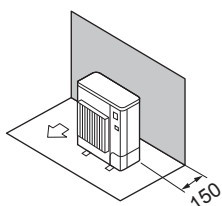

Fig. 2-2
- ① Miejsce ograniczone tylko z tyłu (Fig. 2-2)